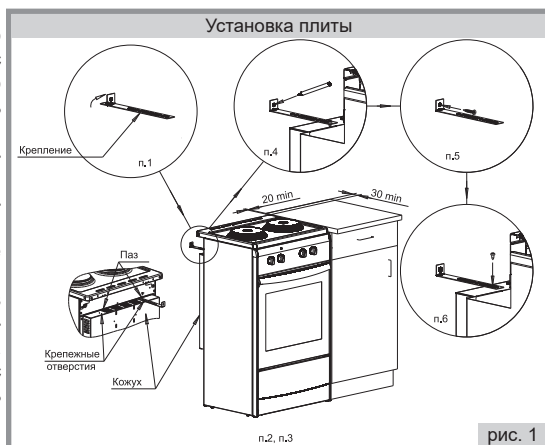

рис. 1
■ **Порядок установки плиты (рис.1):**